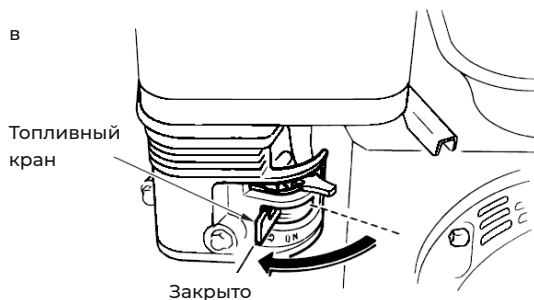

Рис. 20
3. Переведите топливный кран в положение «OFF» - закрыто (рис. 20).